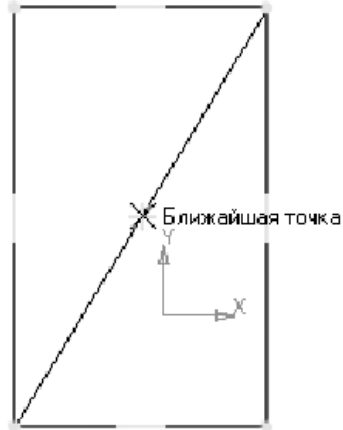

Рисунок 8.
16. С помощью привязки Ближайшая точка постройте точку на середине диагонали (рис. 8)